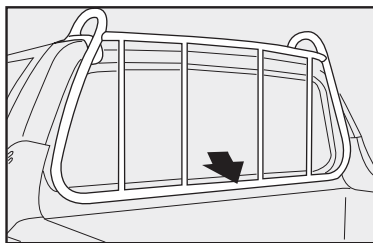
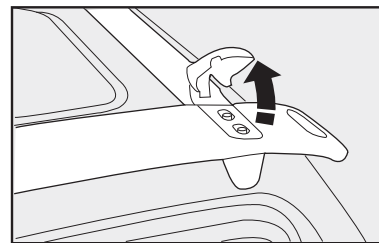

fig. 70
fig. 71
- utilizar o porta-escadas fig. 70 para apoiar e fixar corretamente os objetos de maior altura. Nas versões com cabine estendida, levantar antes os limitadores fig. 71.
Ao utilizar o porta-escadas, não apoiar objetos cujo peso seja superior a 80 kg. No caso dos limitadores fig. 71, não obrigá-los a suportar forças laterais superiores a 30 kg.